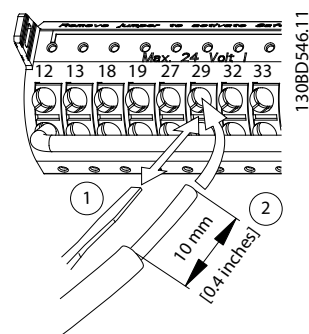

Bild 5.21 Ansluta flexibla styrkablar
- Om du använder en flexibel kabel öppnar du kontakten genom att sätta en liten skruvmejsel i öppningen ovanför plinthålen och trycka mejseln lätt inåt. Se *Bild 5.21* Sätt sedan i den skalade kabeln i kontakten och ta bort skruvmejseln.